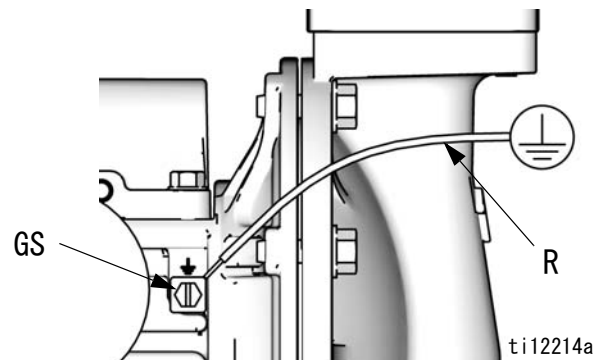

図 . 1. ねじとワイヤの接地
ポンプ：図 . 1 を参照してください。接地ねじ (GS) を緩めます。12 ga. の最小接地ワイヤ (R) の一方の終端を接地ねじに挿入し、ねじ